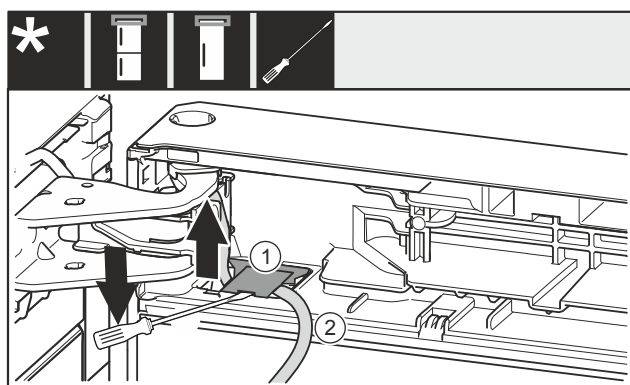

Fig. 24
▶ 使用带槽螺丝刀抬起盖板 Fig. 24 (1)，并将其拉出。
▶ 拉出电缆 Fig. 24 (2)。